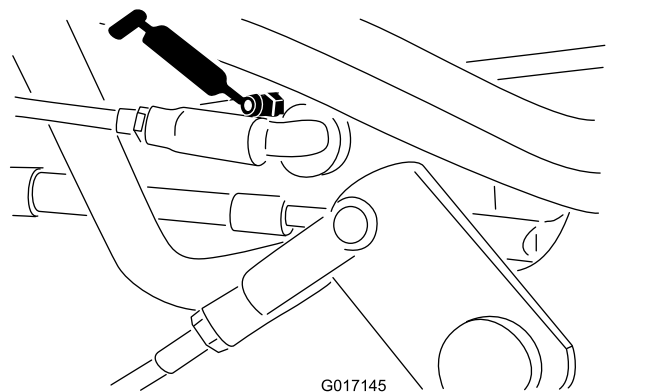
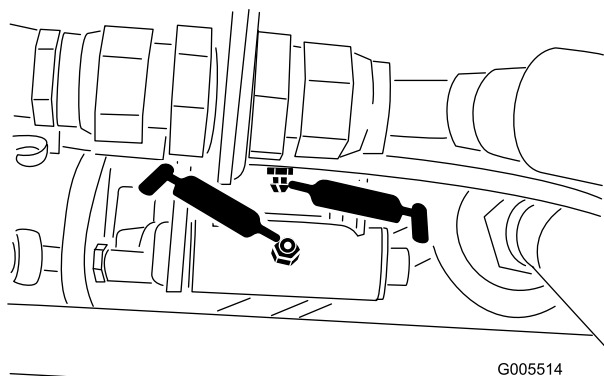

Bild 37
Bild 36
- Geschwindigkeitsschaltgestänge (Bild 36 und Bild 37).